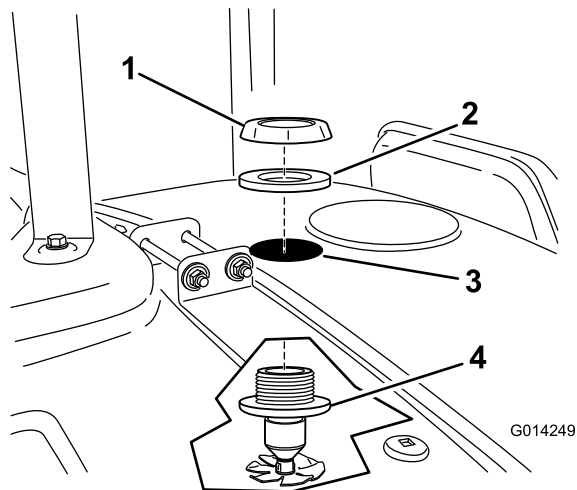

図 17
7. 先ほどあけた穴の下から上へ、ノズル・アセンブリを通す (図 17)。
8. タンク上部のバルクヘッドのねじ山に、ガスケットと、プラスチック製フランジ・ナットを取り付ける (図 17)。タンク表面とプラスチック製ナットの間に完全にシールされていることを確認する。